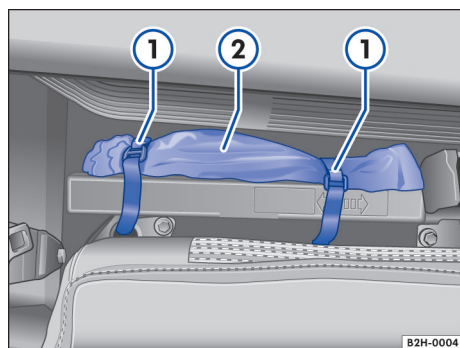

Fig. 155 Detrás del respaldo del asiento trasero: Gato.
2. Suelte los cierres de velcro → fig. 155 ① y retire el gato ②.